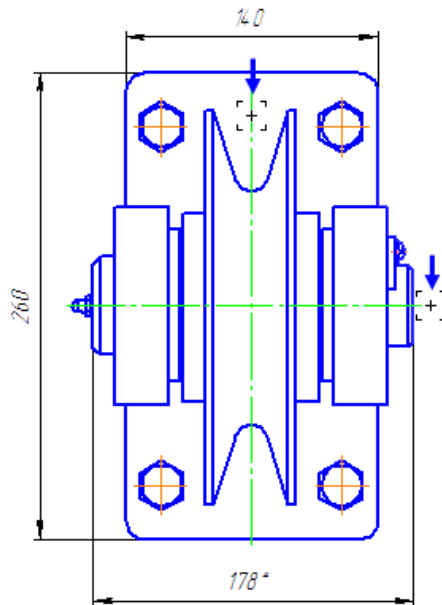

Рисунок 14.
- Аккуратно выделите обе оси симметрии (рис. 14).